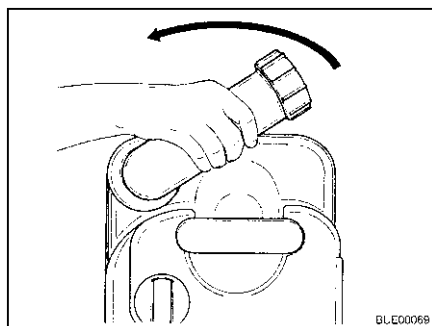

Fig. 220 Girar el tubo de vaciado
- Girar hacia arriba el tubo de vaciado (Fig. 220).